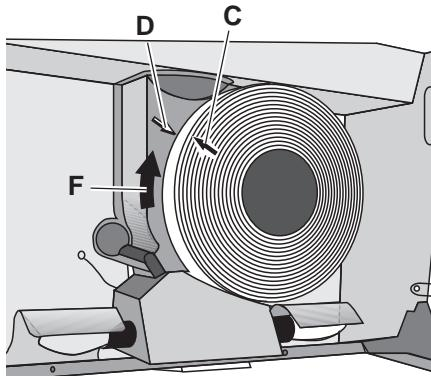

Fig. 4
- Den Aktivkohlefilter innerhalb der Punkte **I** einsetzen, wobei der Pfeil **D** am Gebläsegehäuse der Dunstabzugs-haube mit dem Bezugspunkt **C** des Aktivkohlefilters übereinstimmen muß, den Aktivkohlefilter im Uhrzeigersinn bis zum Anschlag drehen. (Abb.4)